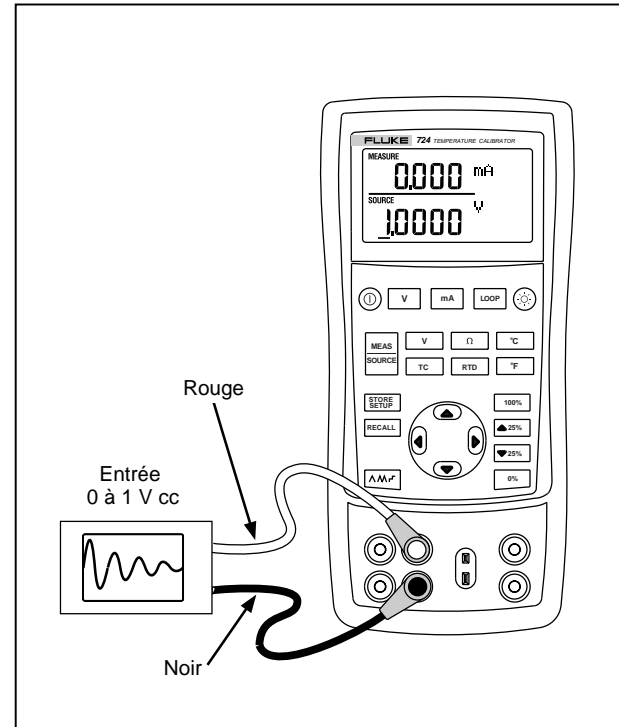

Figure 16. Calibrage d'un enregistreur graphique
1. Raccordez les cordons de test à l'instrument contrôlé conformément à la figure 16.